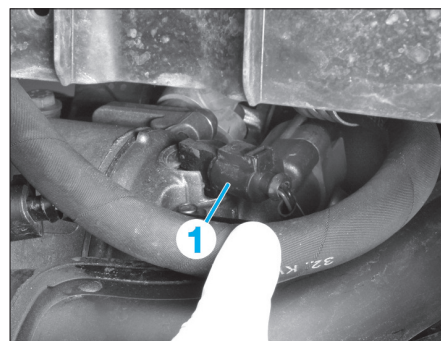

FIG. 4
- Débrancher le connecteur (1) du compresseur (Fig.4).